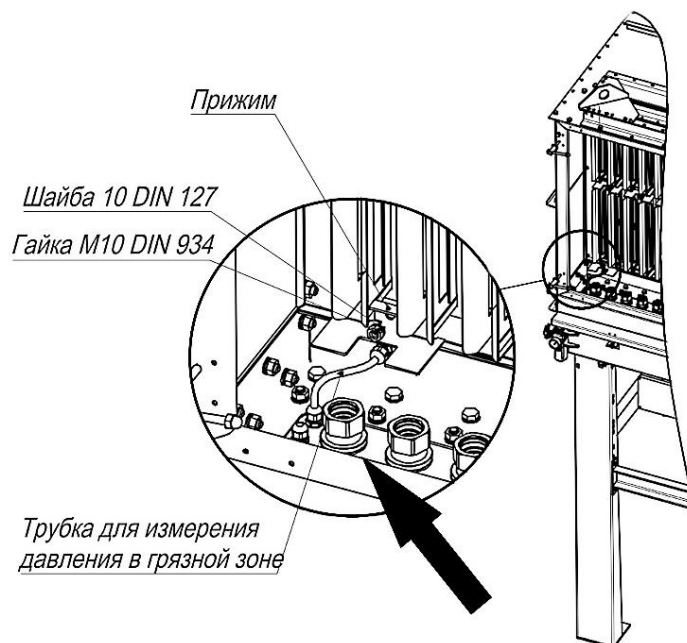

Рисунок 24
- 4) внутри камеры очищенного газа открутить крепления кронштейнов продувочных трубок, трубки демонтировать. Защитить отверстия в соединительных гайках от попадания загрязнений (заглушить ветошью). При необходимости продувочные трубки очистить от загрязнений (рисунок 24);